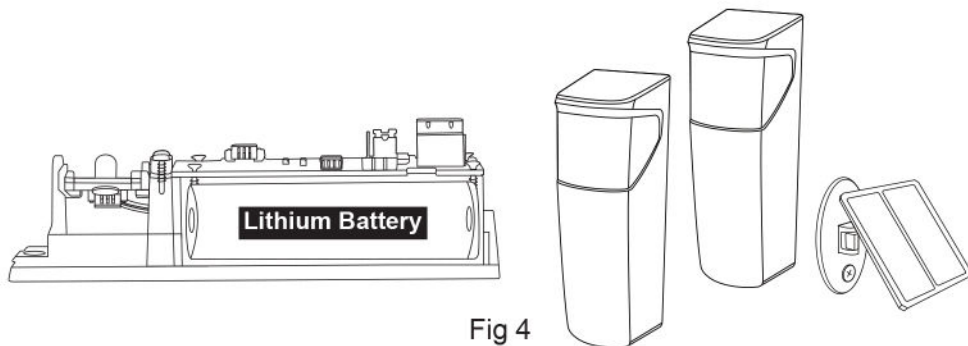

Fig 4
- 1 Infracrveni odašiljač, orijentiran na 220 stupnjeva, napajan s punjivom, ugrađenom baterijom od 3,2 V. Pogledajte Fig 4.